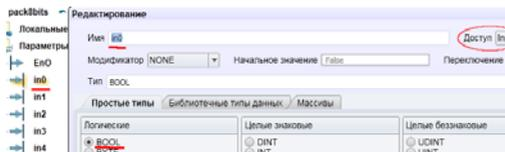

Рис. 3.2 Создание входов и выходов программы
6. Раскройте группу rack8bits – Параметры – по правой кнопке Добавить – Параметр, рис.3.2